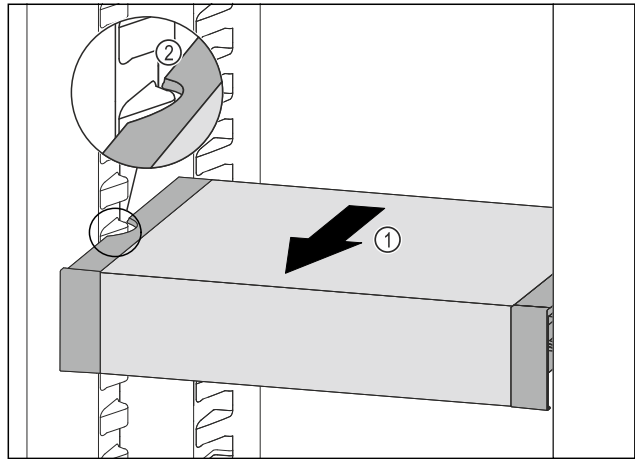

Fig. 138
- Vedä VarioSafe-laatikkoa eteenpäin Fig. 138 (1), kunnes VarioSafen sivuilla olevat lovet ovat jääkaappiosassa olevien kannattimien tasolla. Fig. 138 (2)